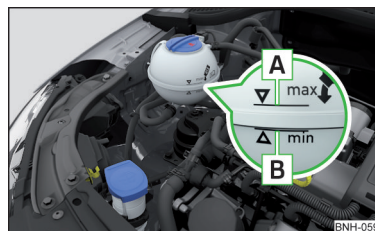

Abb. 155
Die Bezeichnung des Kühlmittels ist auf dem Kühlmittelausgleichsbehälter aufgeführt » Abb. 155 auf Seite 155.
- Das Kühlmittel nicht über die Markierung **A** auffüllen » Abb. 155 auf Seite 155.
Kühlmittelausgleichsbehälter » Abb. 155
➤ Den Kühlmittelstand am Kühlmittelausgleichsbehälter prüfen » Abb. 155. ▶
Bei betriebswarmem Motor kann das Prüfergebnis ungenau ausfallen. Der Stand kann auch über der Markierung **A** » Abb. 155 liegen.